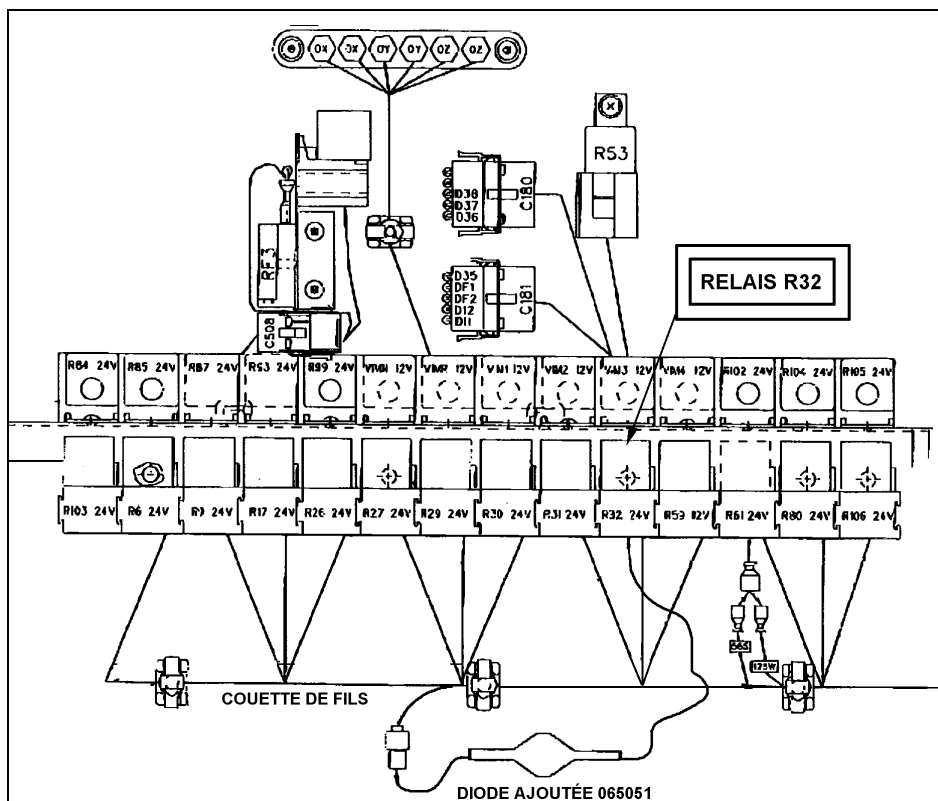

figure 5 : panneau des relays et bases des relays
8. Localiser la boîte de jonction arrière et à l'aide d'un petit tournevis plat, retirer le conducteur 38C de la borne 87 du relais R32 et connectez-le à l'entrée de la diode 065051 (figure 5 & 6).
9. Connecter l'autre terminal de la diode dans la borne 87 du relais R32 (figure 5 & 6) et refermer la porte du compartiment.